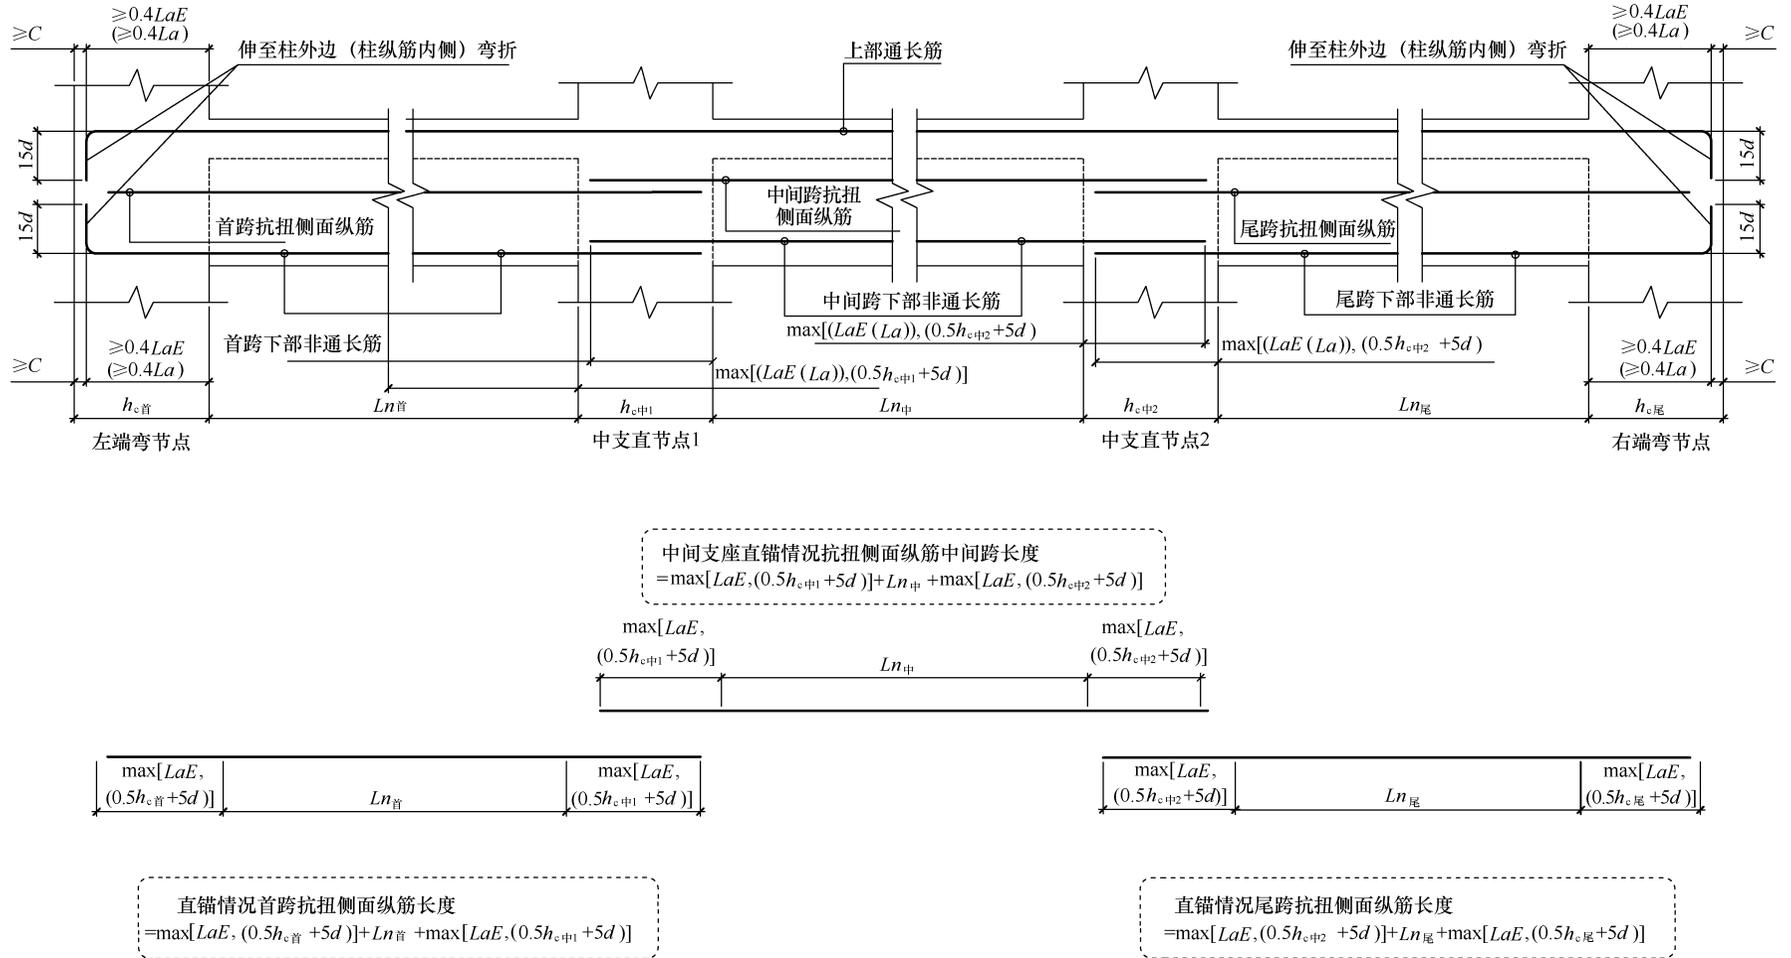

图 1.3.24 楼层框架梁侧面抗扭纵筋直锚情况长度计算图 (每跨设置)
b. 抗扭侧面构造纵筋每跨设置直锚情况，计算方法如图 1.3.24 所示。